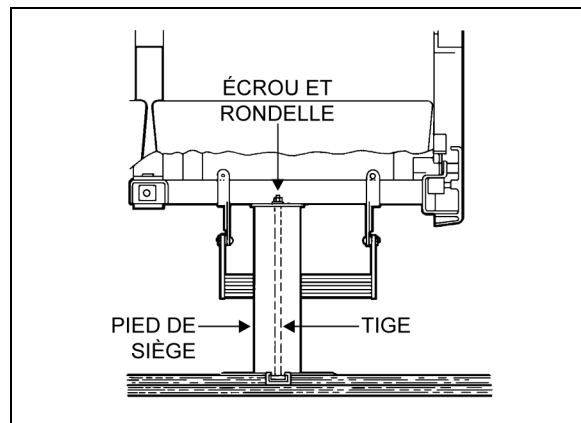

FIGURE 87: SOCLE DE SIÈGE
5. Retirer les deux écrous et les deux rondelles qui fixent le châssis de siège au socle aux tiges du socle. Voir la Figure 87.